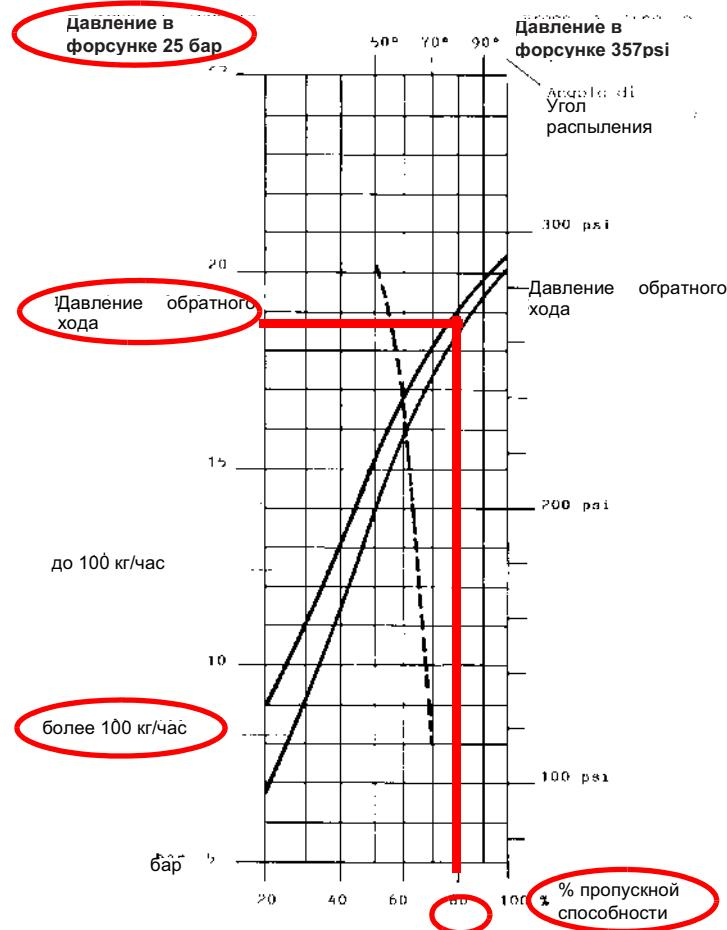

Рис. 26
Расход дизельного топлива регулируется за счет выбора форсунки (противоводяного типа), соответствующего мощности котла и типу применения размера, а также регулировки давления на прямом и обратном ходе жидкого топлива, согласно данных, указанных в таблице и на графике на Рис. 26 (для считывания давления - читайте последующие параграфы).
Пример : 80% номинального расхода на форсунке можно получить, если установлены форсунки с расходом более 100 кг/час, при давлении на обратном ходе примерно равном 18 бар (см. график на Рис. 26).
и последующие описан на стр 20) до получения на форсунке давления в 25 бар (форсунки Fluidics или форсунки Bergonzo- см. графики на Рис. 26 -Рис. 27);
- 13 Сместить кулачок **IV** (малое пламя на мазутном топливе) в сторону минимальной мощности, с тем, чтобы сервопривод начал закрываться, до тех пор, пока два подшипничка не совместятся с регулировочным винтом, относящимся к самой низкой точке: закручивать винт **V2** для увеличения расхода, откручивать - для уменьшения, с целью получения значения давления, как на графике на Рис. 26-Рис. 27, на основании требуемого расхода.